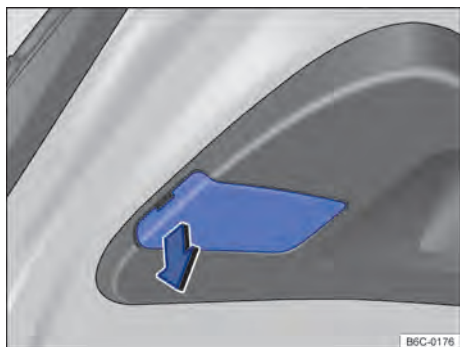

Fig. 167 En la tapa trasera: desmontar la cubierta de la linterna trasera.
- 3 Retirar con cuidado la cubierta → fig. 167 en la tapa por el reborde existente.